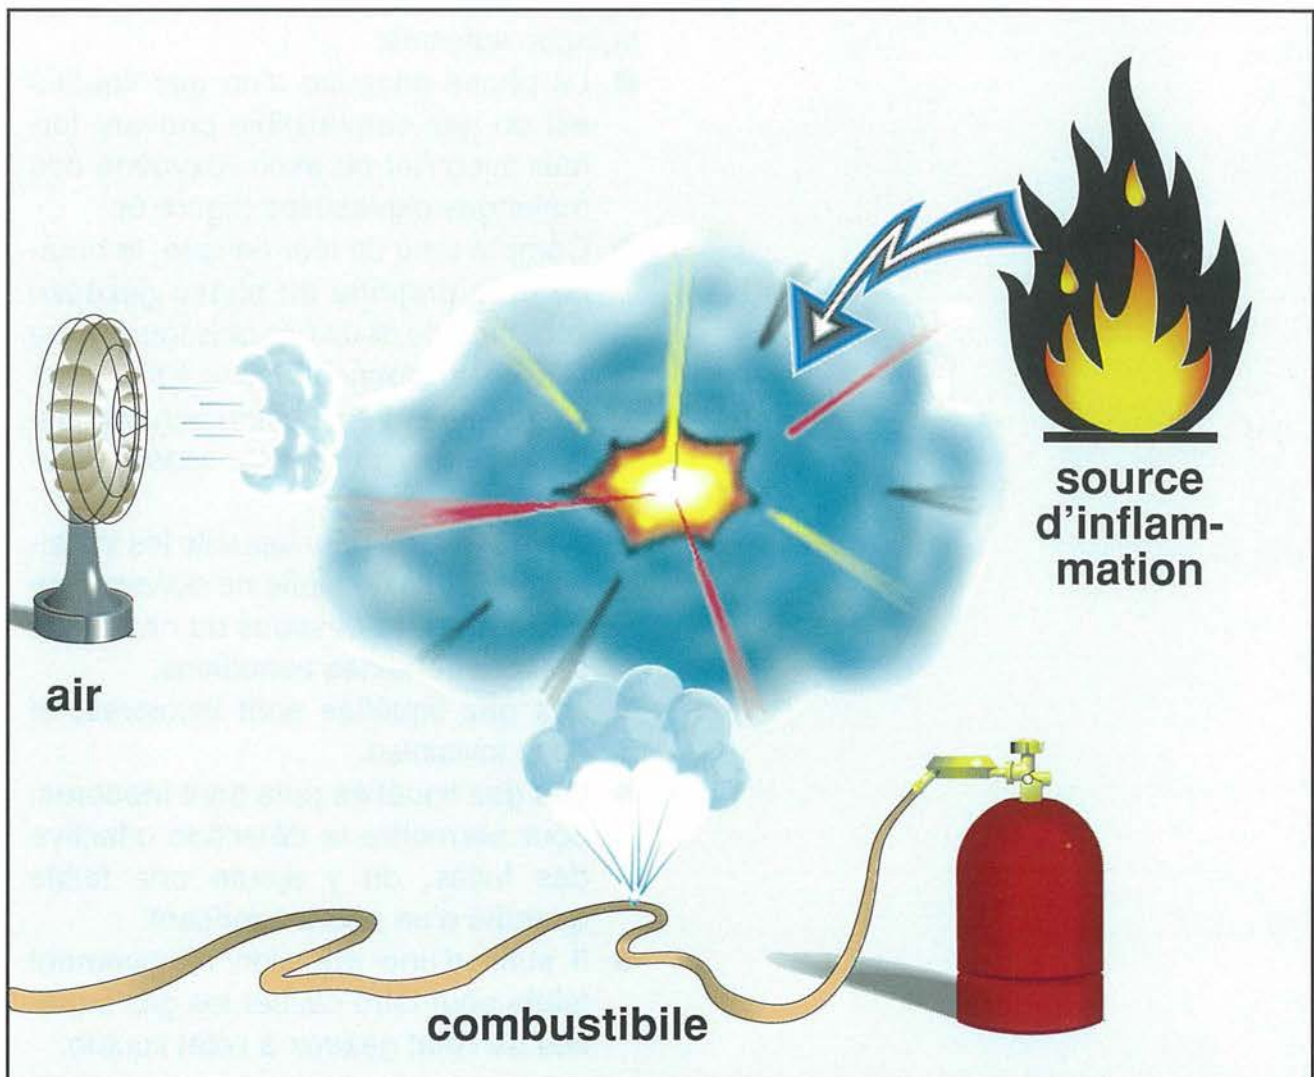

Figure 6: Conditions nécessaires à la survenue d'une explosion de gaz liquéfié
- La phase gazeuse d'un gaz liquéfié est un gaz combustible pouvant former avec l'air ou avec l'oxygène des mélanges explosibles (figure 6).